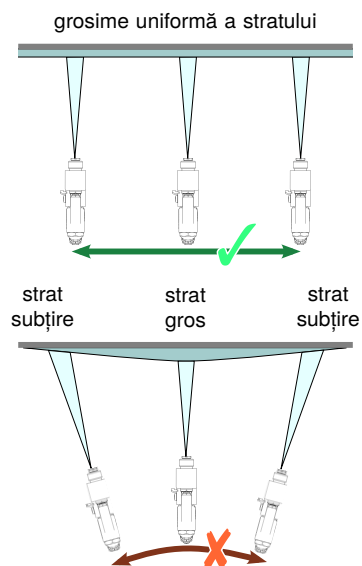

fig. 23: Ghidajul pistoalelor de stropit
- ▶ Aveți grijă ca viteza deplasării să fie uniformă și îndreptați pistolul de stropit paralel cu suprafața de acoperit. Mișcarea pistolului de stropit cauzează o acoperire neuniformă (vezi fig. 23).